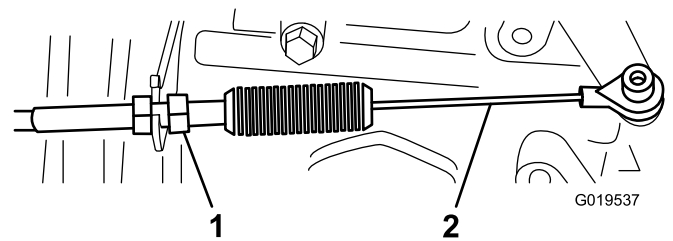
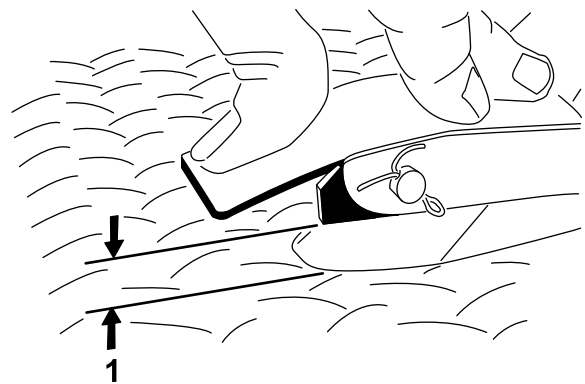

Figura 64
Figura 65
- Ajuste la articulación esférica del cable del acelerador (Figura 64) hasta que haya un espacio de 2.54 a 6.35 mm (0.100"-0.250") entre el brazo del pedal del acelerador y el borde superior del dibujo a rombos de la chapa de suelo (Figura 65) al aplicar una fuerza de 11.3 kg (25 libras) al centro del pedal.
- Apriete la contratuerca (Figura 64).